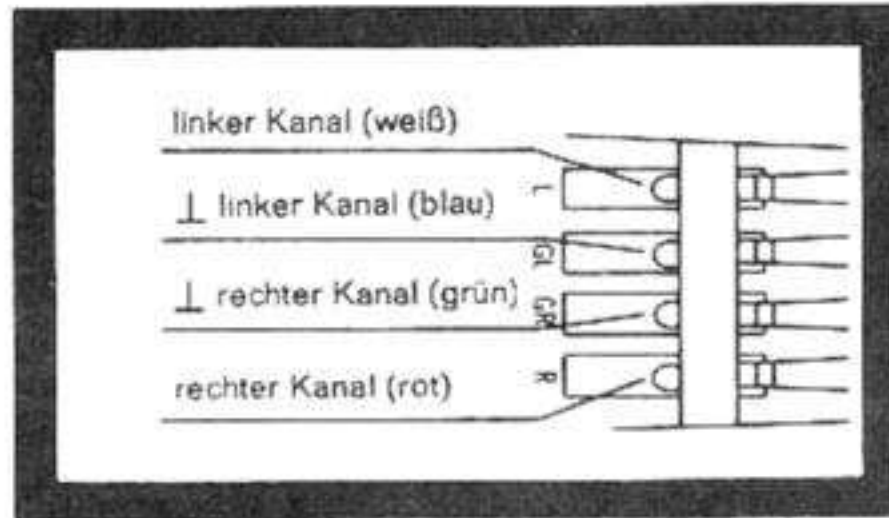

Fig. 16
4. Die Anschlüsse am Systemträger sind gekennzeichnet, die Anschlußblitzen sind farbig (Fig. 16). Verbinden Sie die Anschlußblitzen des Systemträgers mit den entsprechenden Anschlußstiften des Tonabnehmersystems.